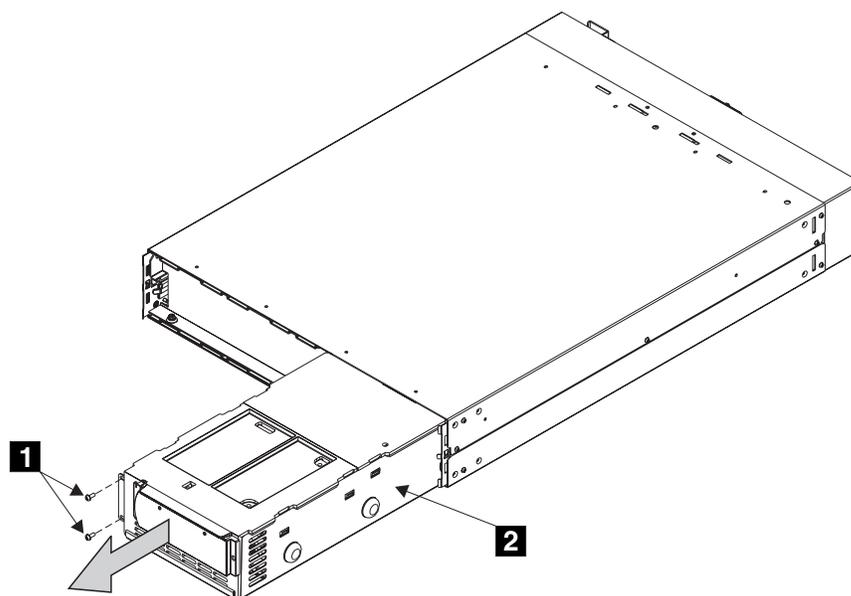

図 113. 無停電電源装置からの電子装置の取り外し
4. 2 個のねじ **1** (図 113) を外します。